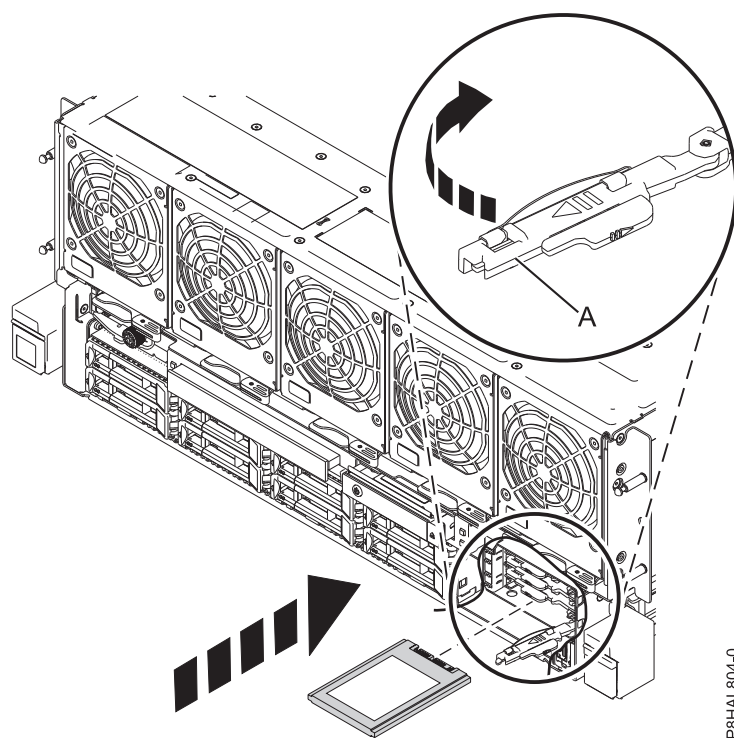

図 37. 8408-44E または 8408-E8Eシステムにおける SSD の取り替え
13. SSD ドライブ・ベイ・ハンドル **(A)** をアンロック位置にした状態状態で、SSD スロット内のガイド・レールにアクセスできるようにレバーを外側に引きます。SSD の底面を支えて、SSD スロットのガイド・レールに位置を合わせます。 51 ページの図 37 を参照してください。
17. 示されている方向にベイ・ハンドル **(A)**を回転させて、ドライブをロックします。 51 ページの図 37